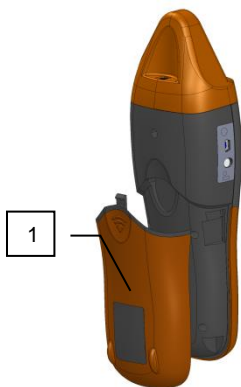

Fig. 16 Reemplazo de la fuente de alimentación.
- quitar la tapa de la pila 1 - Fig. 16,